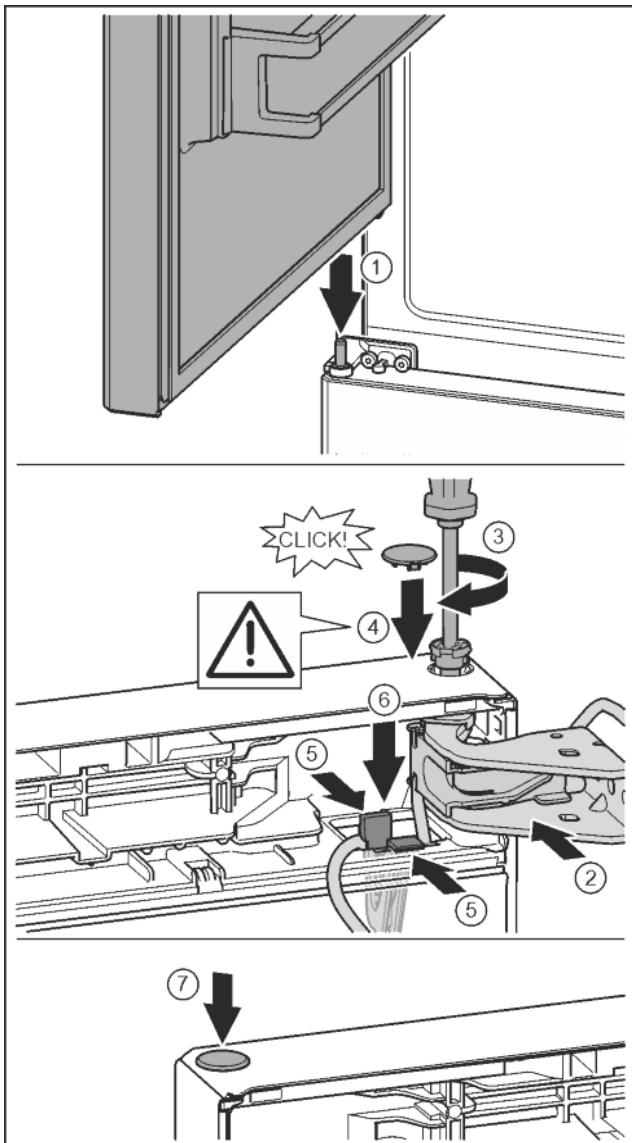

Fig. 34
- ▶ Встановлення верхніх дверцят на середній опорний палець Fig. 34 (1)
- ▶ Вирівняйте дверцята зверху по отвору в опорному кронштейні. Fig. 34 (2)
- ▶ Вставте палець та закрутіть за допомогою викрутки T15. Fig. 34 (3)
- ▶ Встановіть захисну кришку для захисту дверцят: вставте захисну кришку і проконтролуйте, щоб вона прилягала до дверцят. Якщо це не так, повністю вставте палець. Fig. 34 (4)
- ▶ Вставте тримач із зафікованим в ньому кабелем в отвір. При цьому довший отвір з'єднувальної накладки має бути направлений вперед. Fig. 34 (5)
- ▶ Притисніть тримач донизу так, щоб з'єднувальна накладка зафіксувалася. Fig. 34 (6)
- ▶ Вставте пробку. Fig. 34 (7)